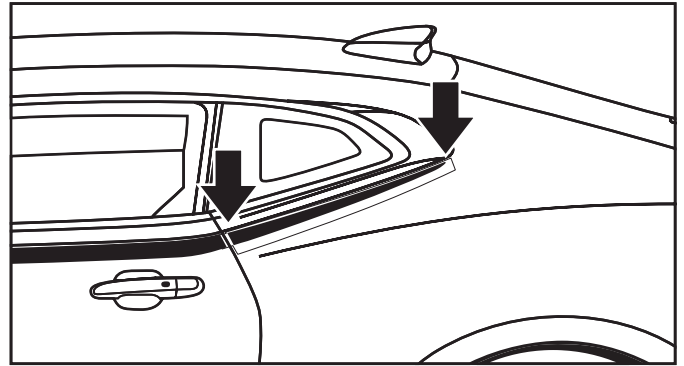

**FIGURA 5**
5. Alinee la extensión de la cinta base superior a la línea característica superior mientras alinea la ranura delantera al espacio entre la fascia delantera y la defensa delantera (Figura 5).
6. Alinee la extensión de la cinta base en la parte trasera de la franja a la franja de la puerta instalada y presione ligeramente la franja en su lugar (Figura 5).